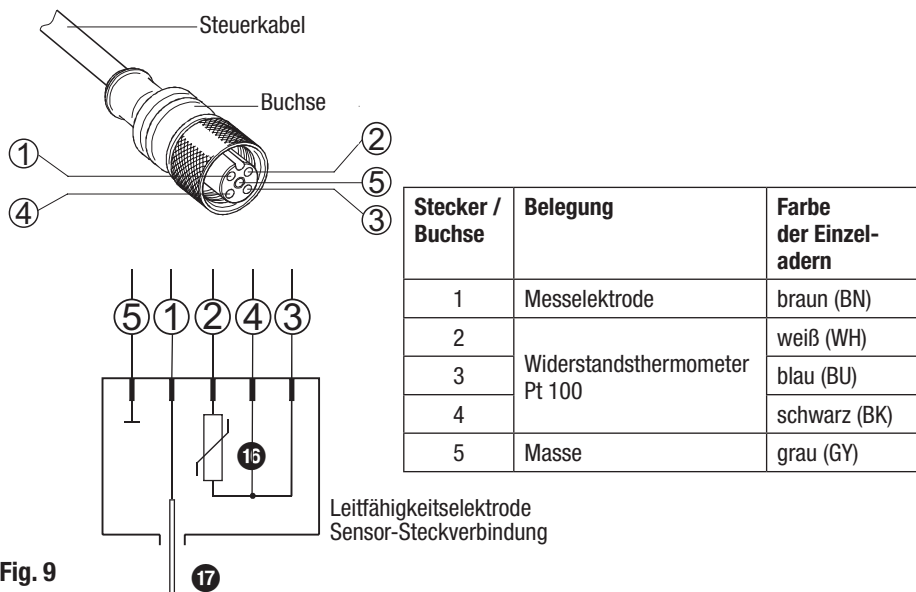

Fig. 9
Die Leitfähigkeitselektrode LRG 16-9 ist mit einer M 12 Sensor-Steckverbindung, 5-polig, A-codiert, ausgerüstet, Belegung **Fig. 9**. Für den Anschluss der Elektrode ist ein vorkonfektioniertes Steuerkabel (mit Stecker und Buchse) in verschiedenen Längen als Zubehör erhältlich.
- Wird nicht das vorkonfektionierte Steuerkabel verwendet, muss an die Anschlussleitung eine abgeschirmte Buchse entsprechend dem Anschlussplan **Fig. 9** angeschlossen werden. Bitte beachten Sie die Montageanleitung des Herstellers der Buchse.